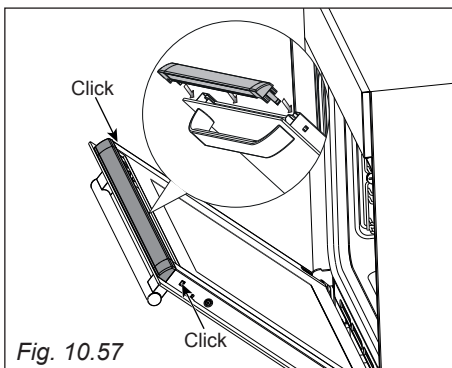

Fig. 10.57
- Premere leggermente il profilo superiore verso la porta per agganciarlo in posizione. Si dovrà udire il click di aggancio delle due alette (fig. 10.57). Prestare particolare attenzione a rimontarlo correttamente: nel verso corretto la parte ribassata è rivolta verso l'interno del forno.